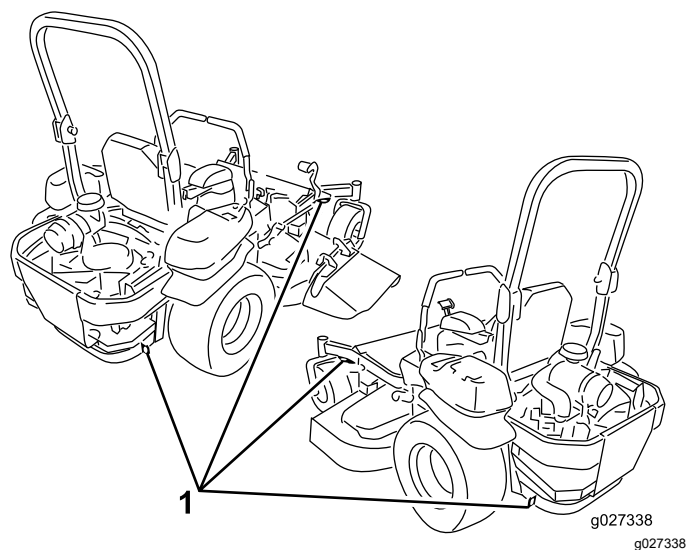

Figure 45
6. Arrimez la machine près des roues pivotantes avant et du cadre arrière à l'aide de sangles, chaînes, câbles ou cordes (Figure 45). Reportez-vous à la réglementation locale concernant les exigences en matière d'arrimage.